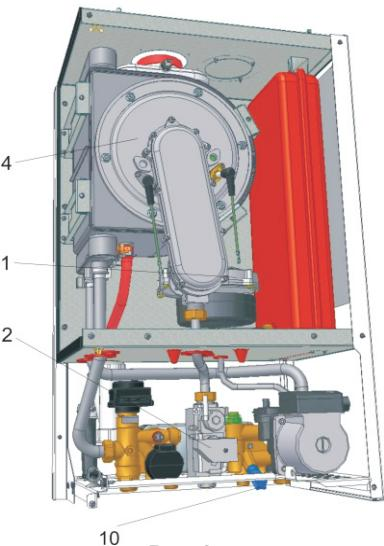

Рис.1
### 2.2.1 СИСТЕМА ГОРЕНИЯ (СМ. РИС.1)
**2. Вентилятор (рис.1 позиция 1).** Котёл оснащён воздушным вентилятором (принудительная вытяжка). Контроль скорости вращения вентилятора осуществляется методом модуляции.
**3. Вентиль газа(рис.1 позиция 2).** Вентиль газа спроектирован, таким образом, чтобы обеспечить необходимый расход газа для каждого режима работы от режима минимальной мощности до режима максимальной мощности.
**6. Камера сгорания (рис.1 позиция 4).** Цилиндрическая, закрытая камера сгорания расположена внутри первичного теплообменника трубчатой формы. Для минимизации теплопотери, фронтальная и задняя стенка камеры сгорания теплоизолированы керамической фиброй. На фронтальной стенке расположена горелка.
**8. Сифон для конденсата(рис.1 позиция 5).** Роль сифона заключается в образовании „пробки“ из жидкости для препятствия эвакуации горевших газов через систему эвакуации конденсата.